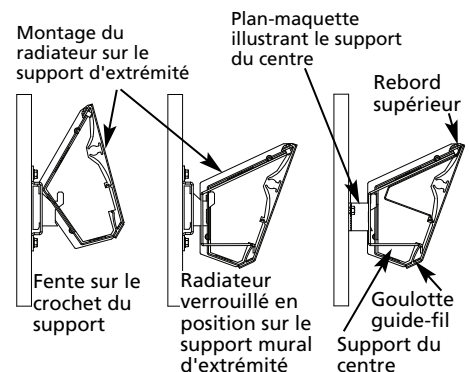

Figure 4
- Pour monter le radiateur cintré, fixer le support du centre au support mural du centre en inclinant le radiateur vers l'arrière et en laissant la fente supérieure s'accrocher au crochet du support, comme dans la Figure 4. Fixer les boîtiers de raccordement aux supports muraux d'extrémité de la même manière. Incliner le radiateur cintré vers l'avant et le bloquer en position. Voir le plan-maquette de la Figure 4.